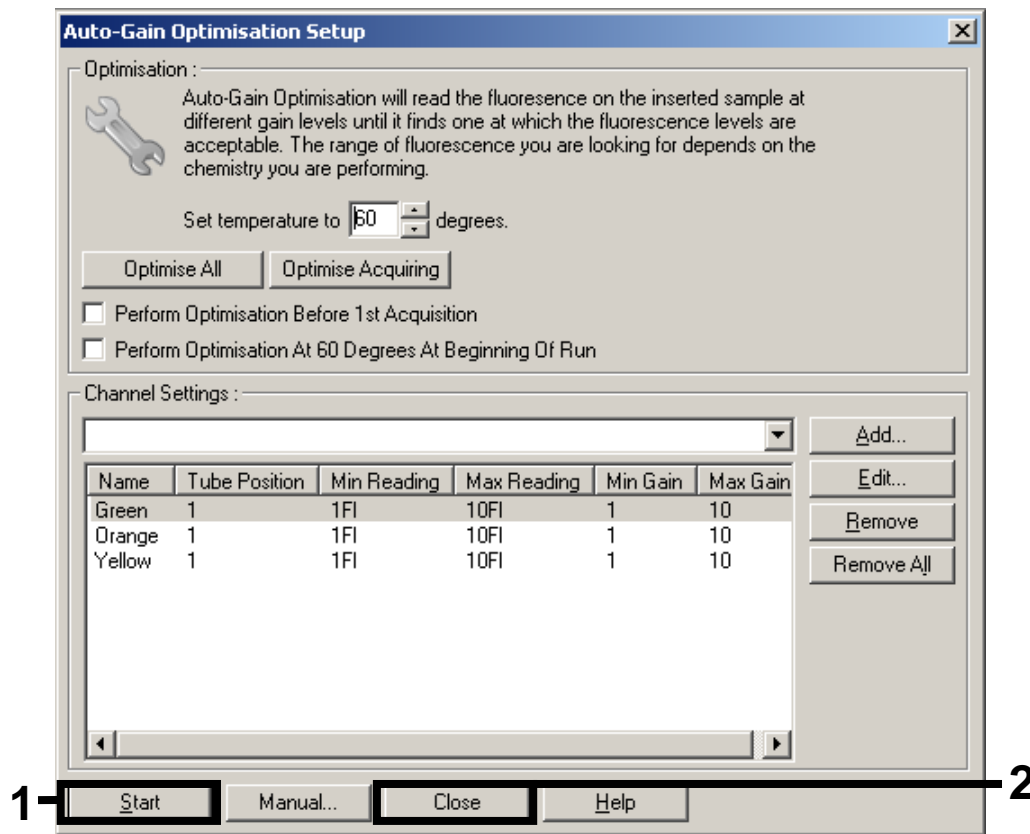

Figura 8. Ottimizzazione del gain.
10. Cliccare sul pulsante "Start" (Avvia) per avviare l'ottimizzazione del gain. Terminata l'ottimizzazione del gain, cliccare su "Close" (Chiudi) per tornare al wizard del processo (Figura 8).